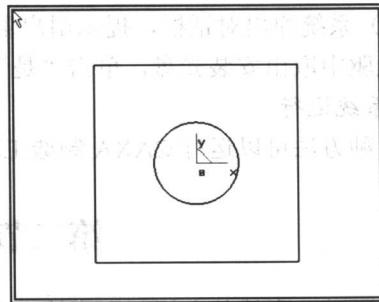

图 0-5 圆的绘制
(4) 单击工具栏中的“圆”按钮 ，确认立即菜单中的选项为“圆心_半径”，拾取坐标原点为圆心，单击鼠标左键，拖拽光标向外移动，按 **Enter** 键，在屏幕中央出现的数据输入框中键入“25”，则出现一个 R25 的圆，如图 0-5 所示。